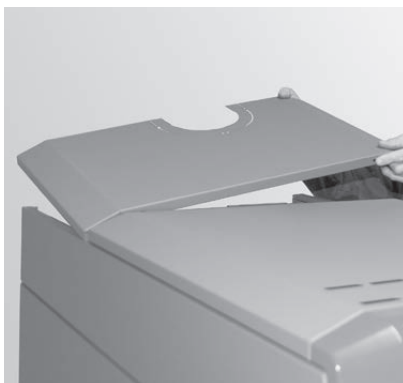

Fig. 84 Togliere la copertura posteriore della caldaia
- Togliere la copertura posteriore della caldaia (Fig. 84), allentare le 2 viti nella copertura anteriore della caldaia (Fig. 85), sollevare la copertura e sfilarla tirandola indietro – Fig. 86.